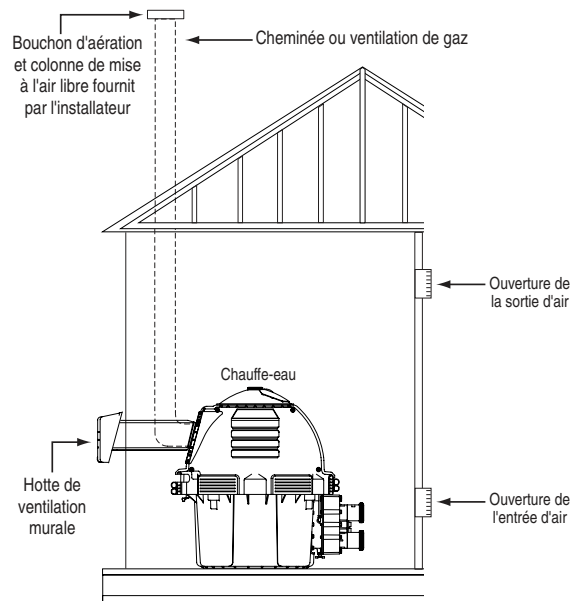

Figure 16.
VENTILATION HORIZONTALE OU VERTICALE - PRESSION POSITIVE (Voir les **Figures 16, 17, et 18**)**(Catégorie III)**
6. **Terminaison d'évacuation - Verticale** (Voir les **Figures 16 et 17**), pour la hauteur de la terminaison d'évacuation au-dessus du toit. Utiliser une terminaison d'évacuation homologuée et spécifiée dans les codes locaux et selon les directives du fabricant. Une terminaison d'évacuation doit être verticale. Au Canada, l'emplacement du couvercle de terminaison doit être à un minimum de 4 pieds (1,2 m) de distance horizontalement des compteurs électriques, des compteurs de gaz, des régulateurs et des soupapes de sécurité.